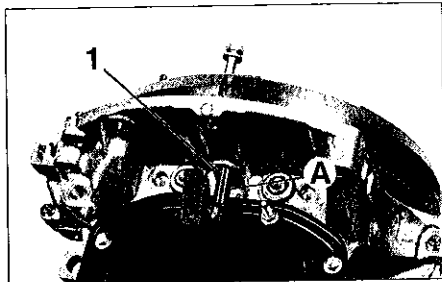
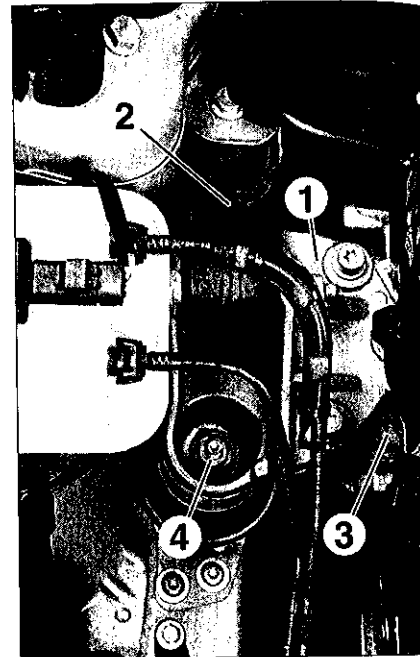

FIG.3
FIG.7
- Immobiliser en rotation le volant moteur à l'aide d'un outil approprié ou de l'outil PSA 0194-C (A) (Fig.3) placé dans le trou (1).
- Déposer la vis de l'équerre anti-décalage (1).
- Déposer l'outil (A) (Fig.3)
- Déposer l'ensemble support moteur (1) et bielle anticouple (2), puis le support moteur intermédiaire droit (3) (Fig.7).
- le support moteur intermédiaire droit (3) (Fig.7) et serrer à 5,5 m.daN.
- le support moteur droit (1) et serrer à 6 m.daN.
- resserrer l'écrou (4) à 4,5 m.daN.
- resserrer les vis (2) à 6 m.daN.
- la pige de volant moteur (A) (Fig.3).
- Déposer la pige de volant moteur (A).